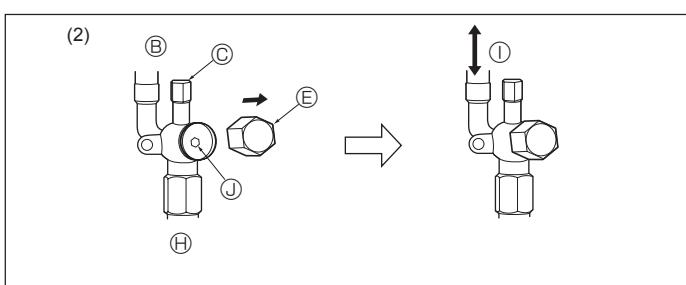

Fig. 4-11
- ① Enlever le capuchon, ramener la poignée vers soi et la tourner d'un quart de tour en sens inverse des aiguilles d'une montre pour ouvrir la vanne.
- ② Vérifier que la vanne d'arrêt est complètement ouverte, appuyer sur la poignée et tourner le capuchon pour le ramener sur sa position d'origine.
- (2) Côté liquide (Fig. 4-11)
- ① Retirez le bouchon, et tournez la tige de soupape à fond dans le sens antihoraire avec une clé hexagonale de 4 mm [3/16"]. Arrêtez de tourner quand elle frappe la retenue.
- ② Vérifier que la vanne d'arrêt est complètement ouverte et tourner le capuchon pour le ramener sur sa position d'origine.